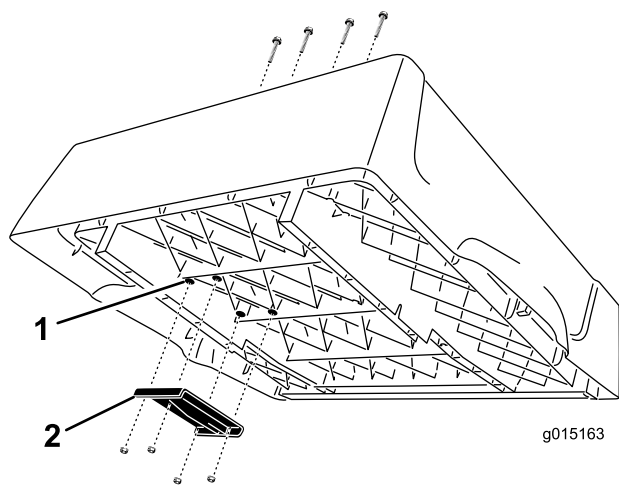

Figura 4
1. Individuate le 4 borchie sul lato destro del sottoscocca (Figura 4). Utilizzando un trapano con una punta da 10 mm, trapanate con cautela le borchie per fare quattro fori attraverso il fondo del cassone.
2. Montate la staffa di sollevamento superiore nel sottoscocca con 4 viti Phillips a testa piatta (3/8 x 2-1/2 poll.) e i dadi di bloccaggio flangiati (Whiz lock) (3/8 pollice). Collocate la staffa come illustrato in Figura 4.